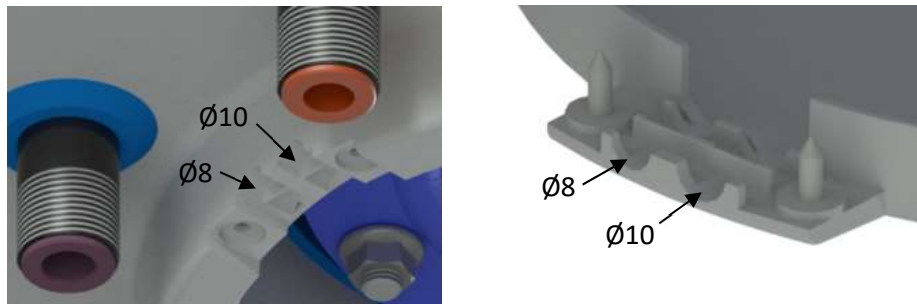
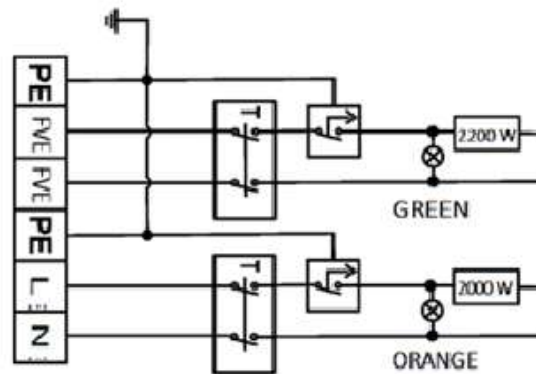
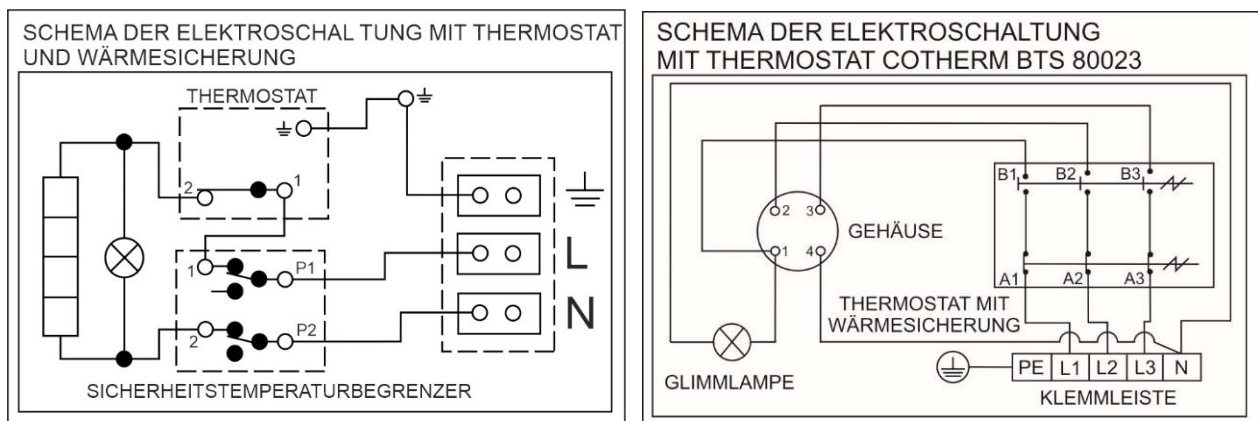

Abbildung 7
Abbildung 8
Abbildung 9
Der Anschluss ist laut Anschlussschema durchzuführen. Der im Werk vorgenommenen Anschluss darf nicht geändert werden! (Abbildung 8, Abbildung 9). Die Trennwand in der Abdeckung der Elektroinstallation entfernen, die dem Durchmesser des Zuleitungskabels, also  $\phi 8$  oder  $\phi 10$  (Abbildung 7) entspricht. Die elektrischen Teile des Warmwasserbereiters haben die Schutzklasse IP 44. Der Leistungsbedarf der elektrischen Körper beträgt 2000 W und 2200 W für das OKCE 2/2 kW. Der Leistungsbedarf der elektrischen Körper beträgt 2000 W und 4000 W für das OKCE 2/4 kW.
- Das Schema des Elektroanschlusses ist dem Warmwasserbereiter am Gehäuse der Elektroinstallation beigelegt. (Abbildung 8, Abbildung 9).